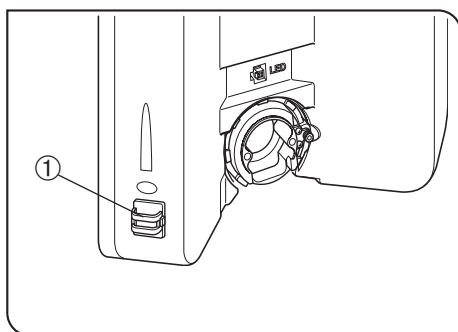

Рис. 36
### 2 Крепление патрона галогенной лампы (Рис. 36 - 38)
#### Установка адаптера U-LS30ADP LS30 (рис. 36)
4. Пропустите кабель лампы через держатель кабеля ① (рис. 36).